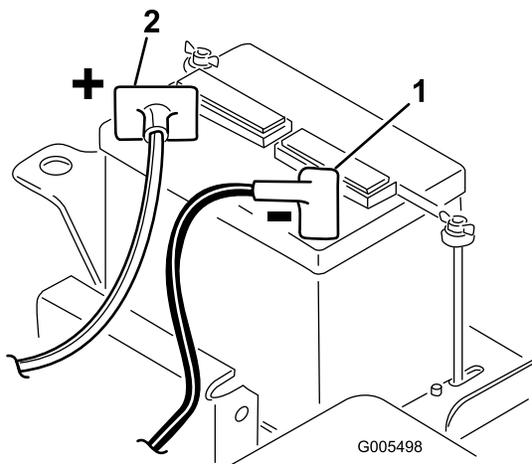

図 5
2. スタータからの赤いケーブルを端子に固定する(図5)。レンチで締め付けて固定し、ワセリンを塗布する。ケーブルが擦れて磨耗するような配線はさける。座席の最後部でケーブルを傷つけることがあるので特に注意すること。